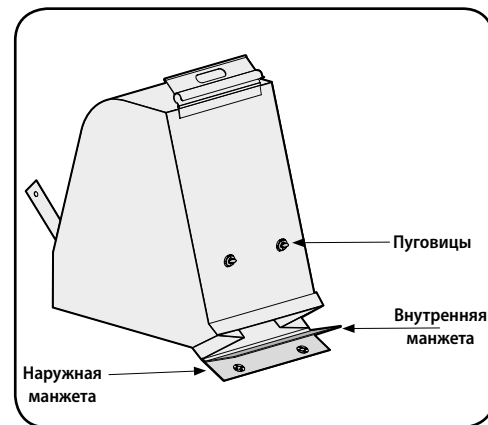

Рисунок 4-3
5. Поверните две пуговицы на задней части мешка, чтобы его расстегнуть и удалить содержимое. См. рисунок 4-3. Во время опорожнения мешка держите его за рукоятку и зажим.
7. Наложите наружную манжету на внутреннюю и вставьте пуговицы мешка в отверстия с металлическими окантовками. См. рисунок 4-3.